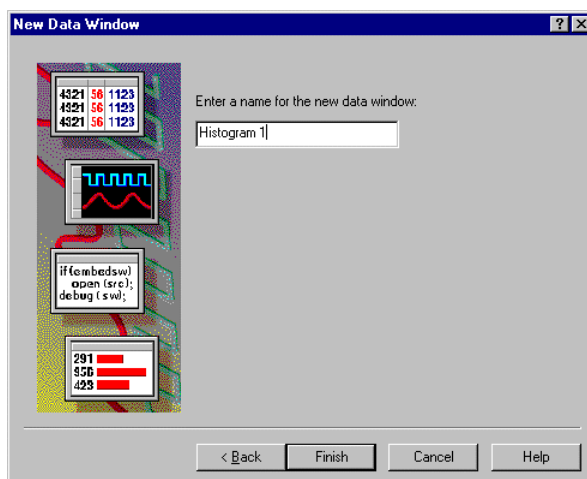

図 E-15 : [New Data Window]ウィザードの 4 番目のダイアログ・ボックス
- 図 E-15 のダイアログ・ボックスが現れるので、必要に応じてデータ・ウィンドウの名前を入力し<Finish>ボタンをクリックし、[New Data Window]ウィザードを完了します。
- 図 E-16 が初期設定で表示されるヒストグラム・ビューです。[Range]が 0-FFFF に対して[Linear Generation]で 16 分割で設定されているので、図 E-15 の[Properties] - [Ranges] タブにて[Symbolic]に変更し、シンボル・テーブル・ファイルを指定します。